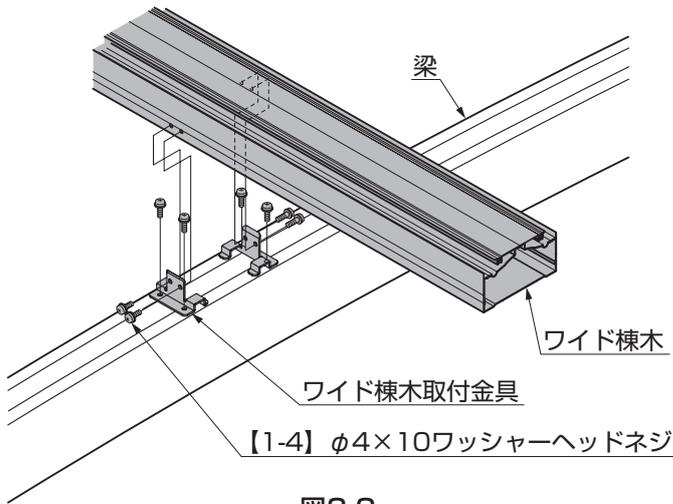

図3-2
②梁の中央部にワイド棟木取付金具を【1-4】で取付けて、ワイド棟木を【1-4】で固定してください。(図3-2参照)